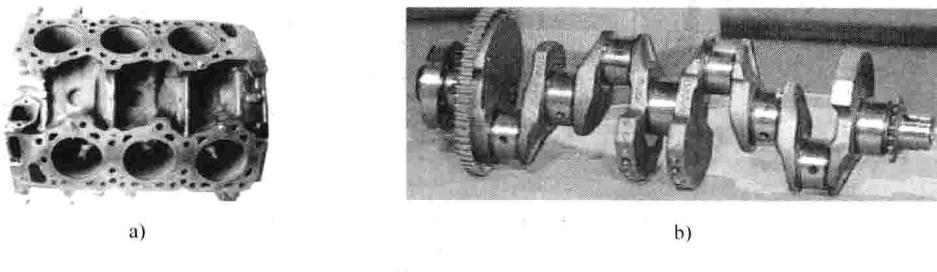

图 1-7 气缸体、曲轴砂型铸造零件
(1) 砂型铸造成形 汽车上的箱体类和部分轴类、盘类等铸铁零件常采用砂型铸造成形，如发动机气缸体、气缸盖、曲轴、变速器箱体、飞轮壳、桥壳、轮毂等。图 1-7 所示为砂型铸造成形的灰铸铁气缸体(图 1-7a) 和球墨铸铁曲轴毛坯(图 1-7b) 经机械加工后的零件；图 1-8 所示为砂型铸造球墨铸铁曲轴毛坯的成形工艺。